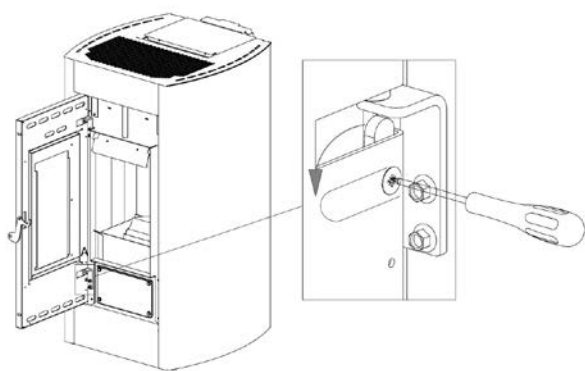

Fig. 32 - Rimozione viti
- Con un cacciavite ruotare la leva nel senso della freccia (vedi Fig. 32).